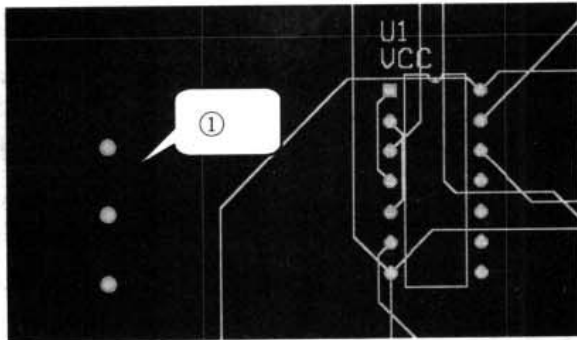

图 10-133 放置焊盘
- (3) 执行菜单命令 Place|Pad 后, 光标变成十字形, 将光标移动到需要放置焊盘的位置, 单击鼠标左键, 放置焊盘。其放置的焊盘, 即如图 10-133 中①所示。